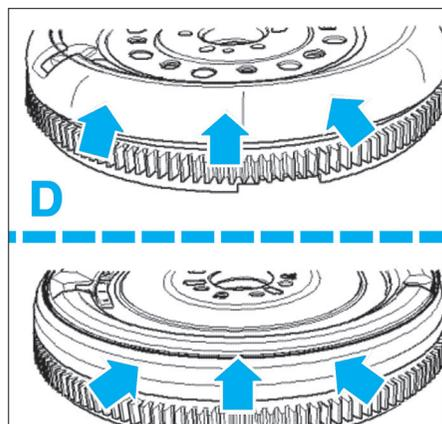

Fig. 2
Le volant moteur équipé d'un embrayage Sachs (D) possède un contour rond alors que celui recevant un embrayage LuK possède une moulure et un contour carré (E) (Fig.2).